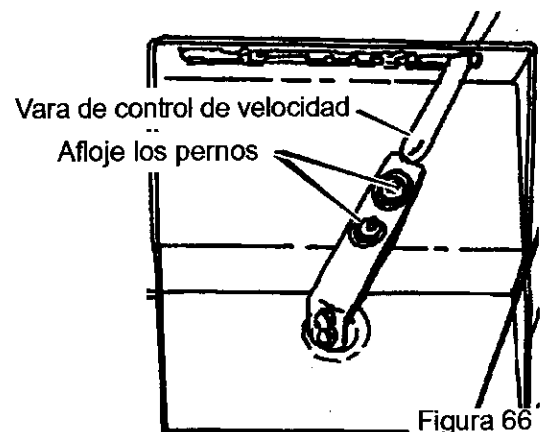

Figura 66
2. Afloje los pernos en la **vara de control de velocidad** (Figura 66).
4. Apriete los **pernos** que hay en la **vara de control de velocidad** (Figura 66).